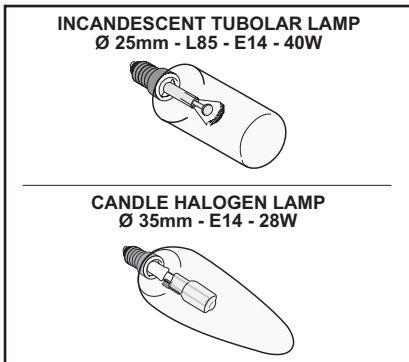

Fig.3
• Sostituzione delle lampade a incandescenza/alogene (Fig.3):